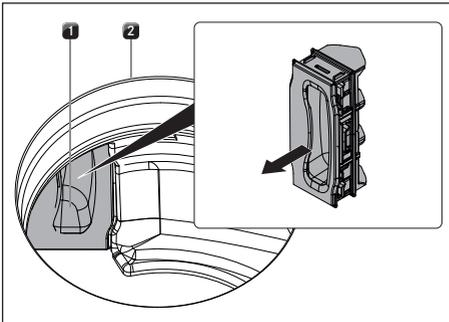

Fig. 8.5 Retrait du clapet de changement de filtre
- ▶ À l'intérieur de l'ouverture d'aspiration, retirez le clapet de changement de filtre du boîtier (Retrait du clapet de changement de filtre, voir fig. 8.5).